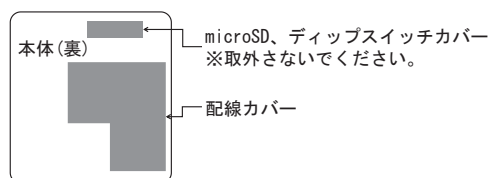

図4.1
- 配線カバーを取外して、電源端子台に配線を接続します。（図4.1）
- microSD、ディップスイッチのカバーは取外さないでください。（図4.1）